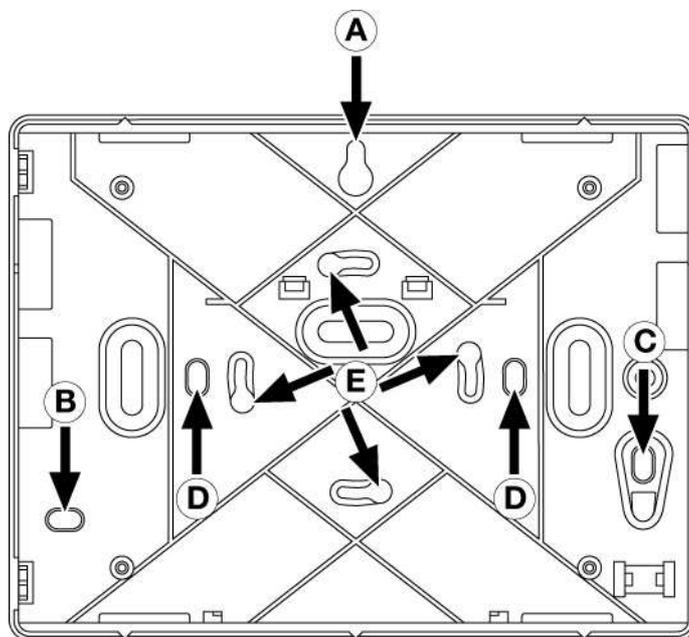

Figure 5
3. Fixer le module radio sur une paroi plate, en utilisant les chevilles fournies. La figure 5 illustre les alternatives possibles :